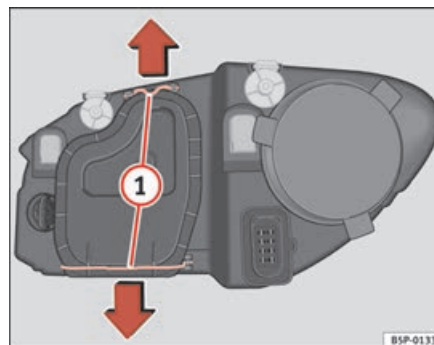

Fig. 188 Anabbaglianti
- Far scorrere i tiranti ⇒ pag. 265, fig. 188 ① nel senso della freccia e sfilare la chiusura.